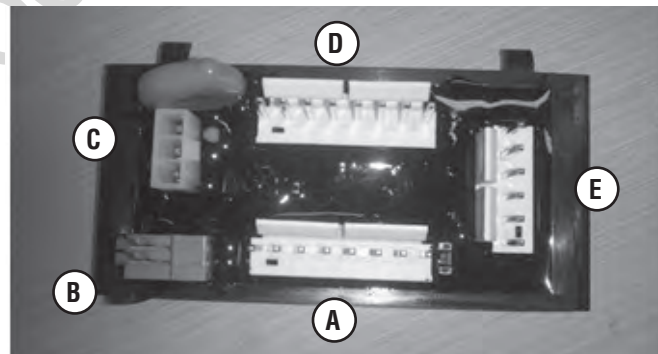

Figura 5
Ubique el panel interfaz suministrado con el kit. Antes de continuar, revise y comprenda la designación de conectores del panel interfaz (Figura 5).
2. Inserte un extremo de cada cable en los terminales N.O. y COM en el enchufe de conector de 10 pines o el bloque de terminales. Inserte el otro extremo de cada uno de los cables en el panel interfaz presionando las lengüetas en el conector del relé (B, Figura 5). La polaridad no tiene importancia.
3. Lleve el otro extremo del cable hasta el panel interfaz y conéctelo al conector del cable del divisor de 240 V (C, Figura 5).
4. Lleve el otro extremo del cable hasta el panel interfaz y conéctelo al conector del cable del divisor de 240 V (C, Figura 5).
2. Conecte el cable pasador en el panel de control, luego llévalo al panel interfaz y conéctelo en el conector del cable pasador (D, Figura 5).
2. Conecte el cable de la unidad celular en la unidad celular, luego llévalo hasta el panel interfaz y conéctelo al conector del cable de la unidad celular (E, Figura 5).
3. Enrute el cable del generador en el panel de control hacia el panel interfaz y conéctelo al conector del cable del generador (A, Figura 5).